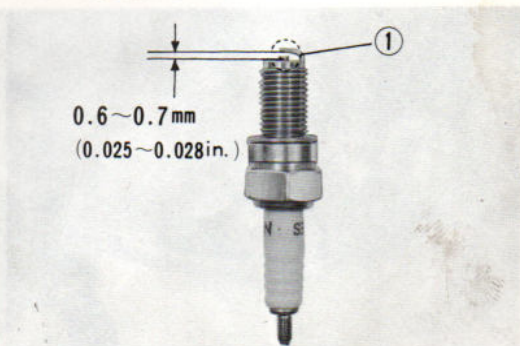

Fig. 11 ① Electrode
- 3) Contrôler l'écartement des électrodes à l'aide de jauges d'épaisseur et si nécessaire régler l'écartement par torsion de l'électrode de masse. L'écartement normal doit se situer entre 0,6 et 0,7mm. (Fig. 11)